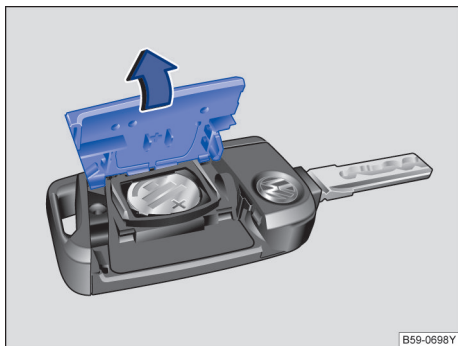

图 48 汽车钥匙：打开电池盒盖
- 用一合适的器具（例如，硬币）沿 →图 48 箭头方向拆下汽车钥匙后侧的盖板。
- 安装电池盖板，然后沿 →图 48 箭头相反方向将其扣到汽车钥匙上，直至其卡定。